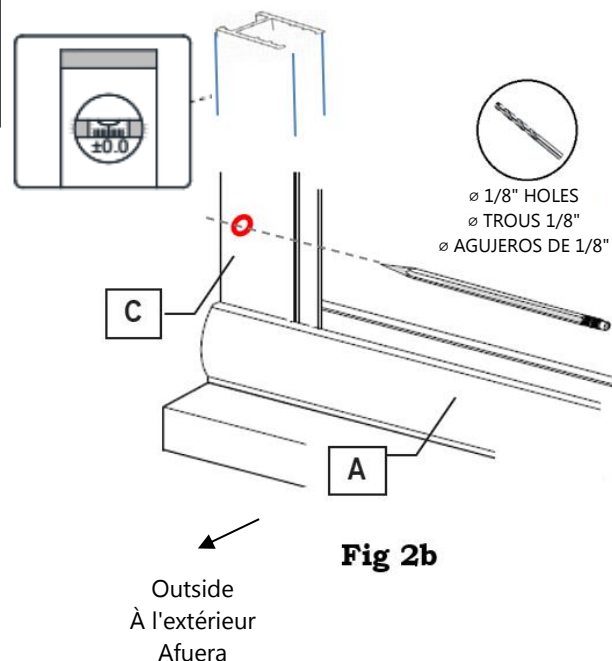

Fig 2b
2. Mark the 3-hole locations on both walls through the pre-drilled holes in the **Wall Jambs (C)**. **(Fig 2b)**
2. Marquez les emplacements des 3 trous sur les deux murs à travers les trous pré-perçés dans les **montants de mur (C)**. **(Fig 2b)**